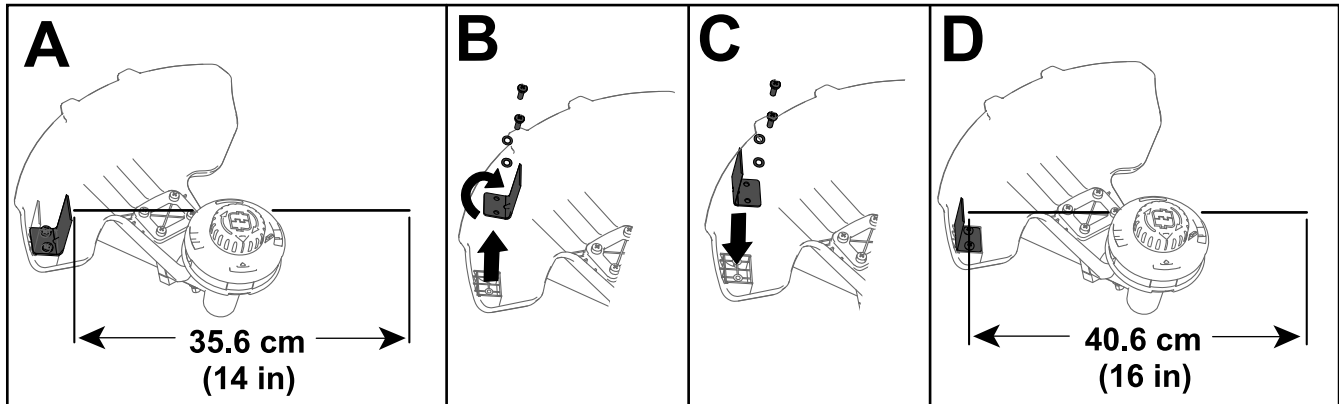

Figure 14
La débroussailleuse est réglée à l'usine pour offrir une largeur de coupe de 36,6 cm (14 po), comme montré en A de la Figure 14. Reportez-vous aux instructions suivantes pour régler la largeur de coupe à 40,6 cm (16 po), comme montré en D de la Figure 14.
1. Déposez l'équerre de réglage au fond du déflecteur en retirant les 2 vis de fixation à l'aide de la clé Allen fournie (B de la Figure 14) et tournez l'équerre de 180°.
2. Remettez ensuite les 2 vis retirées précédemment (C de la Figure 14).